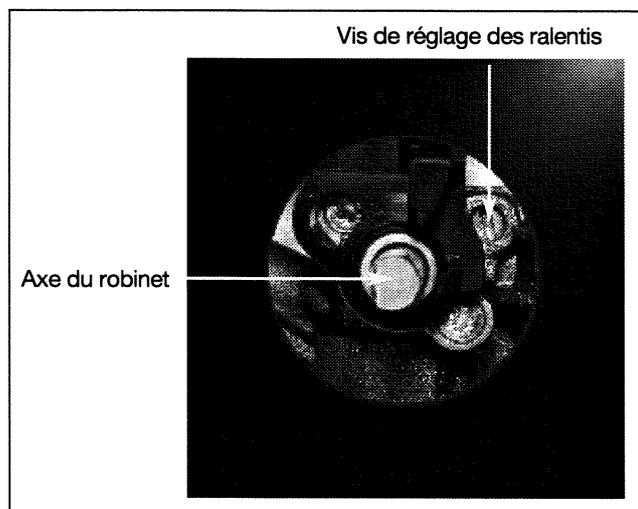

Fig. 5
- A l'aide du petit tournevis fourni dans la pochette, vissez à fond la vis de réglage des ralentis en laiton (jaune) (fig.5) dans le sens des aiguilles d'une montre.